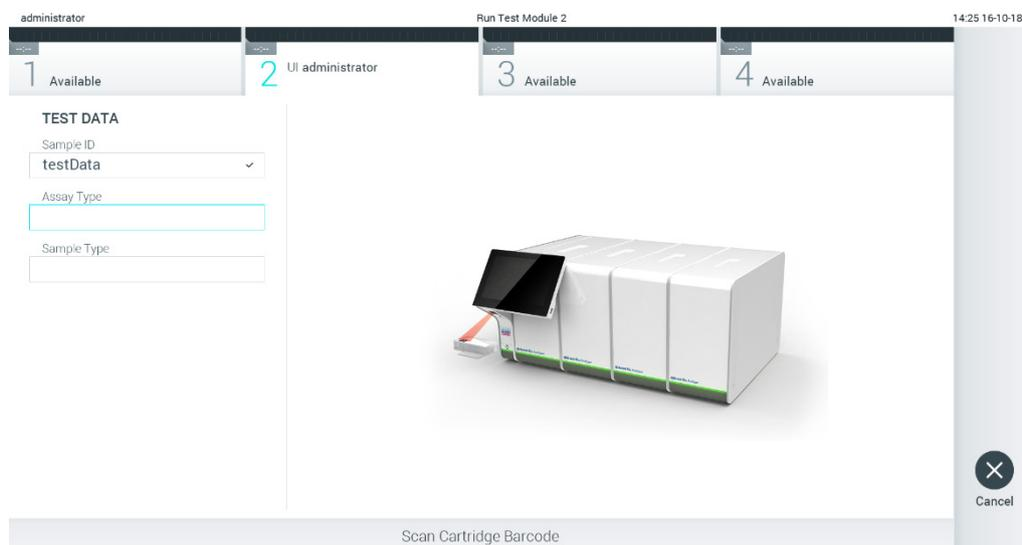

Figura 24. Digitalização do código de barras do cartucho de ensaio QIAstat-Dx.
- Quando solicitado, digitalize o código de barras do cartucho de ensaio QIAstat-Dx a utilizar. O QIAstat-Dx Analyzer 1.0 reconhece automaticamente o ensaio a executar, com base no código de barras do cartucho de ensaio QIAstat-Dx (Figura 24).